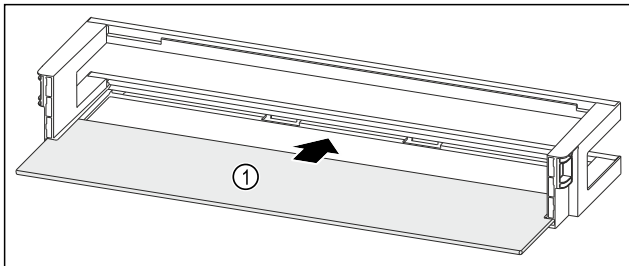

Fig. 174 Türabsteller mit Abstellfläche
- ▶ Abstellfläche Fig. 174 (1) in die seitlichen Aussparungen einschieben.